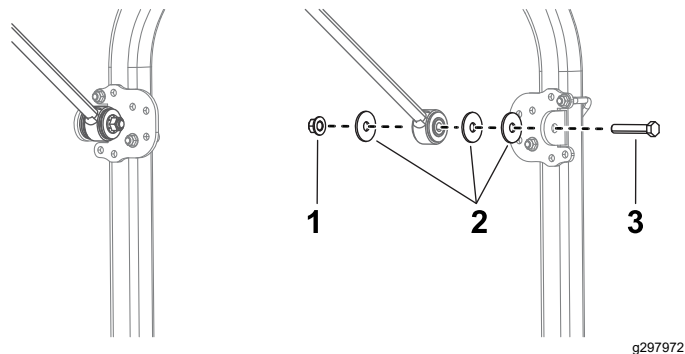

Рисунок 13
13. С каждой стороны машины прикрепите, не затягивая, кронштейн подпорки к каждой подпорке с помощью болта ($\frac{1}{2}$ x $2\frac{3}{4}$ дюйма), 3 больших шайб и фланцевой гайки ($\frac{1}{2}$ дюйма), как показано на Рисунок 13